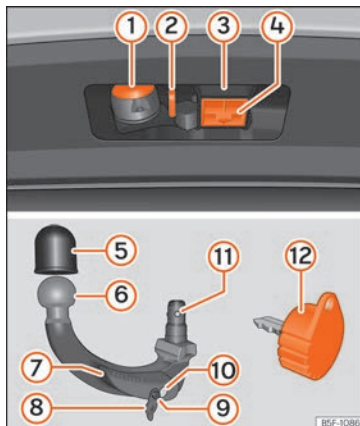

**Fig. 263** Supporto del dispositivo di traino / sfera smontabile / chiave
Legenda » **fig. 263**
- Estrarre il tappo di alloggiamento del gancio (4) » fig. 263 verso il basso.